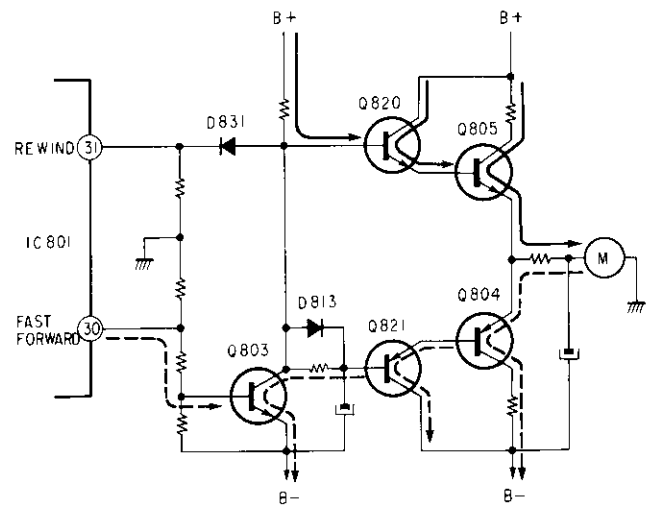

Fig. 9
**3. Wickelmotorantrieb (Siehe Abb. 9)**
**3. Reel Motor Drive (See Fig. 9)**